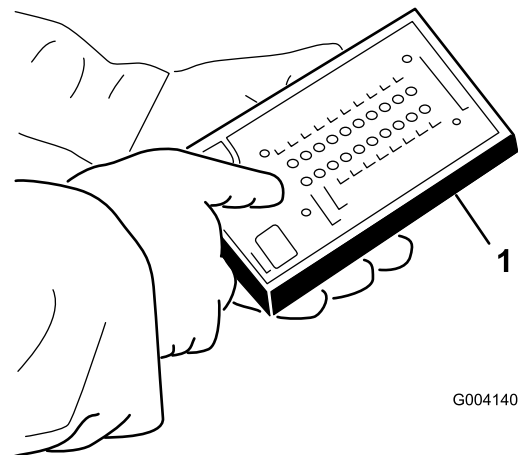

Figura 25
5. Conecte el conector de la pantalla diagnóstica ACE al conector del arnés (Figura 25).